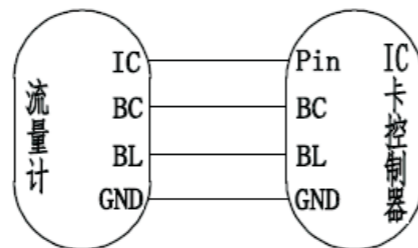

图9-2 定标脉冲信号输出接线图
7.4.2 定标脉冲信号输出，可配套IC卡控制器（见图9-2）